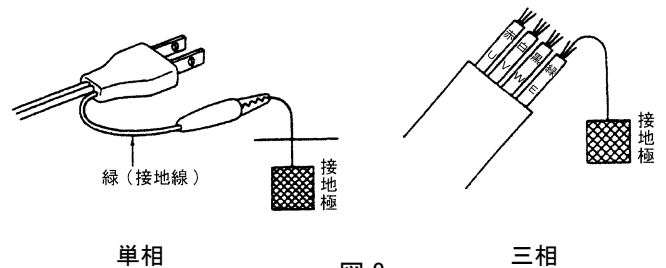

図 8
(2) ケーブル
(3) 接地
- 単相の場合は図 8 のワニグチクリップを利用して接地してください。
- 三相の場合は図 8 に示すように 4 芯のうち緑色の線（ラベル E）を接地してください。また緑色の線を絶対に電源につながないでください。接地は電気設備技術基準に従って、確実に行ってください。